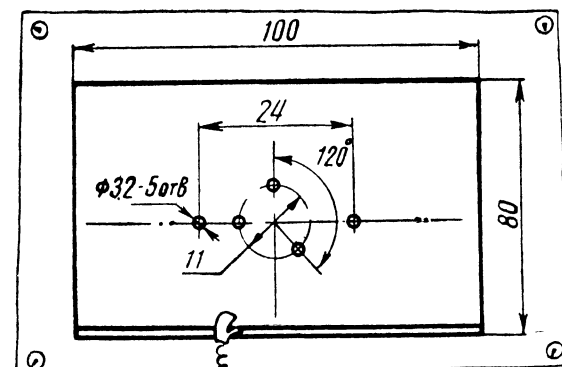

Рис. 17. Радиатор для мощного транзистора
**ДРУГИЕ ДЕТАЛИ УСИЛИТЕЛЯ.** Конденсатор  $C_1$  — типа ЭТО или ЭМ емкостью не менее 10 мкф. Он должен быть рассчитан на работу при напряжении 5—10 в. В схему можно поставить и конденсатор типа КЭ, но при этом увеличатся габариты усилителя. Резисторы  $R_1, R_2$  можно взять типа УЛМ, МЛТ, резистор  $R_3$  — типа ВС. Транзисторы Т-1, Т-2 — типа П13, П14, П15 с любой буквой (например, П13Б, П15А и другие). Транзистор Т-3 — мощный. Здесь можно поставить П201, П202, П203, П4А—П4Д. В любом случае для отвода тепла от корпуса транзистора, его нужно укрепить на металлический радиатор (рис. 17), сделанный из меди, латуни, алюминия, дюрала. Поверхность радиатора обязательно покрасьте в черный цвет — это улучшит отвод тепла.